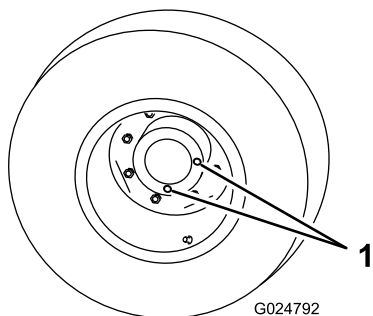

Рисунок 74
1. Поставьте машину на горизонтальную поверхность и расположите колесо так, чтобы одна из контрольных/сливных пробок находилась в самом нижнем положении ("6 часов") (Рисунок 74).